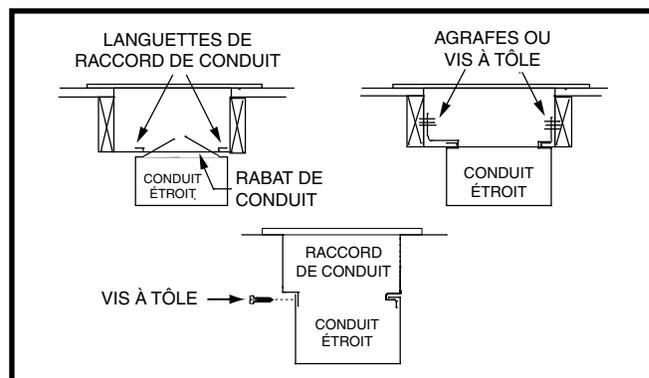

Figure 11. Conduits étroits
- Pliez les languettes inférieures du raccord de conduit vers le haut et serrez-les le plus possible contre le conduit d'alimentation en air. Voyez la Figure 11 (page 10).